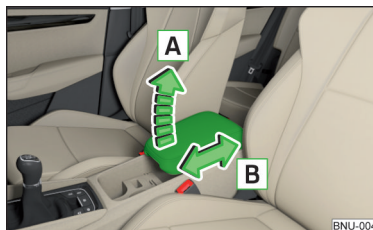

Abb. 78
- › Zur **Höheneinstellung** die Armlehne in Pfeilrichtung **A** in eine der Raststellungen anheben » **Abb. 78**.